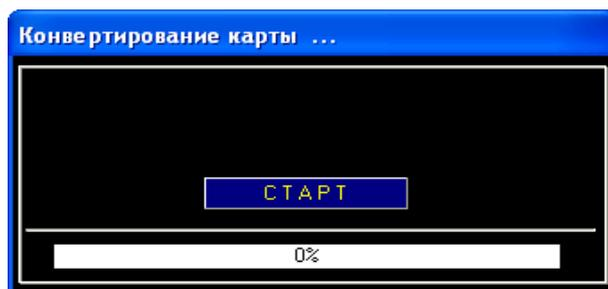

Рисунок 2.63
- в появившемся окне (рисунок 2.63) нажмите «СТАРТ».